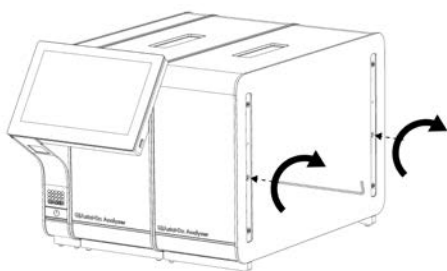

Figura 16. Alinierea și atașarea modului analitic suplimentar.
4. Centrați modulul analitic suplimentar pe modulul analitic existent. Strângeți șuruburile folosind instrumentul de asamblare modul analitic-operațional, livrat împreună cu QIAstat-Dx Analyzer 1.0 (Figura 16).